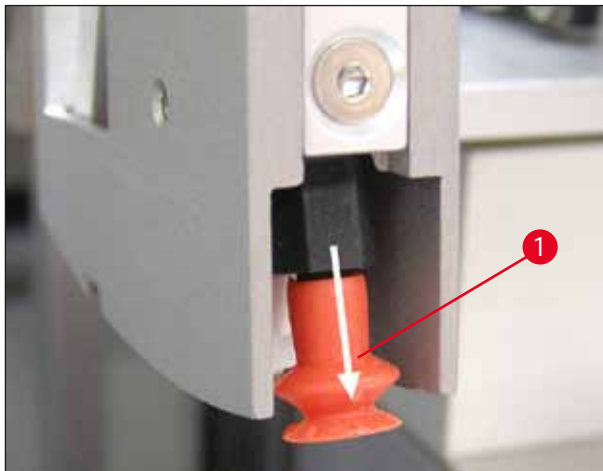

Fig. 51
- Sugekoppene må byttes hvis de har synlig deformasjon eller skade. Dette gjøres ved å trekke sugekoppene nedover og av ved hjelp av fingrene (→ Fig. 51) og bytte dem med nye sugekopper.